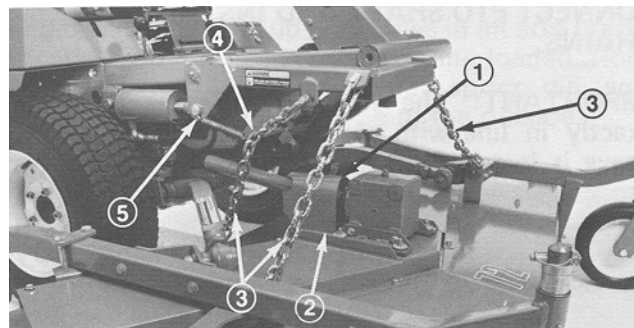

Figure 15
2. Montez le capot de PDF par-dessus l'arbre d'entrée et sur la plaque de montage du boîtier d'engrenages avec deux vis autotaraudeuses (Fig. 15).
3. Attachez les chaînes de levage au bras de levage et au plateau de coupe (Fig. 15) avec 6 jumelles, axes de jumelles (3/8 x 1-1/2 po) et goupilles fendues (1/8 x 3/4 po). Réglez la longueur des chaînes de manière à ce qu'elles se tendent en même temps lorsque le bras de levage est relevé.
4. Raccordez les extrémités du ressort de tension au quatrième maillon de la chaîne arrière et au trou de la goupille fendue qui tient la goupille cylindrique en place (Fig. 15). Réglez la longueur de la chaîne de manière à ce que les roues pivotantes arrière ne touchent pas le sol en position de transport.